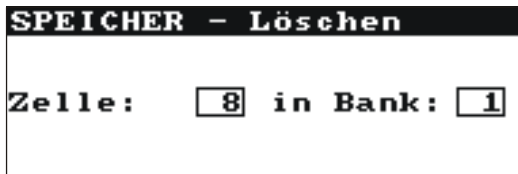

Abb. 24. Löschen der Speicherzelle: 1 – Banknr., 8 – Zellennr., 1 – Bank mit mindestens einer besetzten Zelle, 8 – besetzte Zelle
- Mit den Tasten  und  Banknr., und mit den Tasten  und  Zellennr., die wir löschen wollen, wählen (Abb. 24)